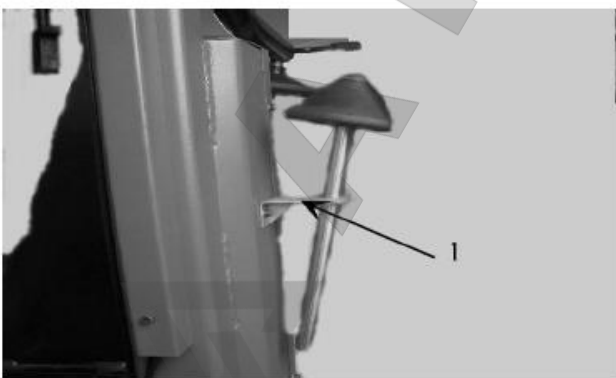

РИС. 37
6.1.9 Как на Рис.37, зафиксируйте опору конуса на кронштейне корпуса и установите пресс-конус на кронштейне.